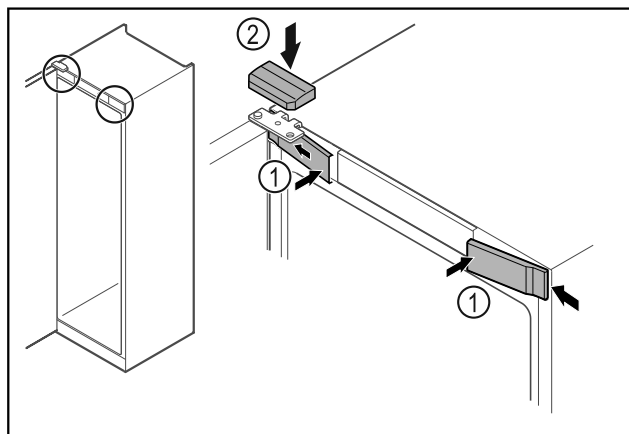

Fig. 27
- ▶ Skyv de fremre dekslene Fig. 27 (1) inn på siden, og smekk dem på plass.
- ▶ Smekk det øvre dekselet Fig. 27 (2) på plass ovenfra.